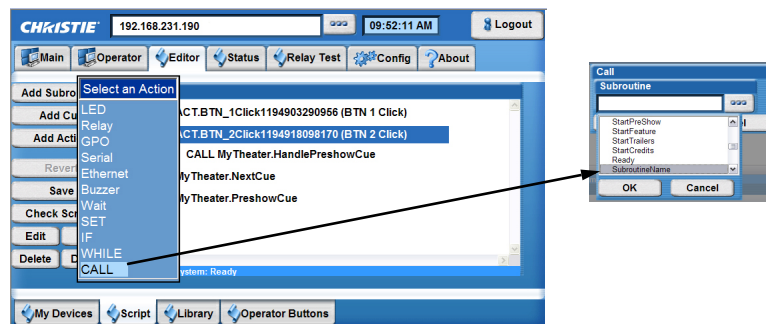
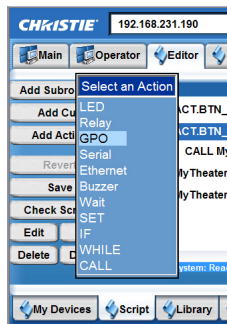

Figura 3-25 Visualización de la subrutina nueva
Figura 3-26 Adición de una acción de llamada
9. Haga clic en el botón Subroutine (Subrutina) para abrir una lista de opciones. Aparecerá la subrutina nueva (Figura 3-25).
4. Seleccione una acción específica en la lista para abrir una ventana y configurar la acción (como en el conector GPIO mostrado en la **Figura 3-26**), o bien para seleccionar una acción predefinida (como en SubroutineName (Nombre de subrutina), **Figura 3-25**).